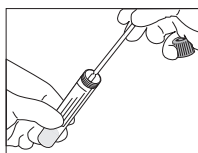

Fig. 1
3. Insérer l'écouvillon est utilisé pour le prélèvement, insérer l'écouvillon dans le tube jusqu'au point de rupture (s'il existe) pour qu'il atteigne le niveau d'ouverture du tube (Fig. 1).